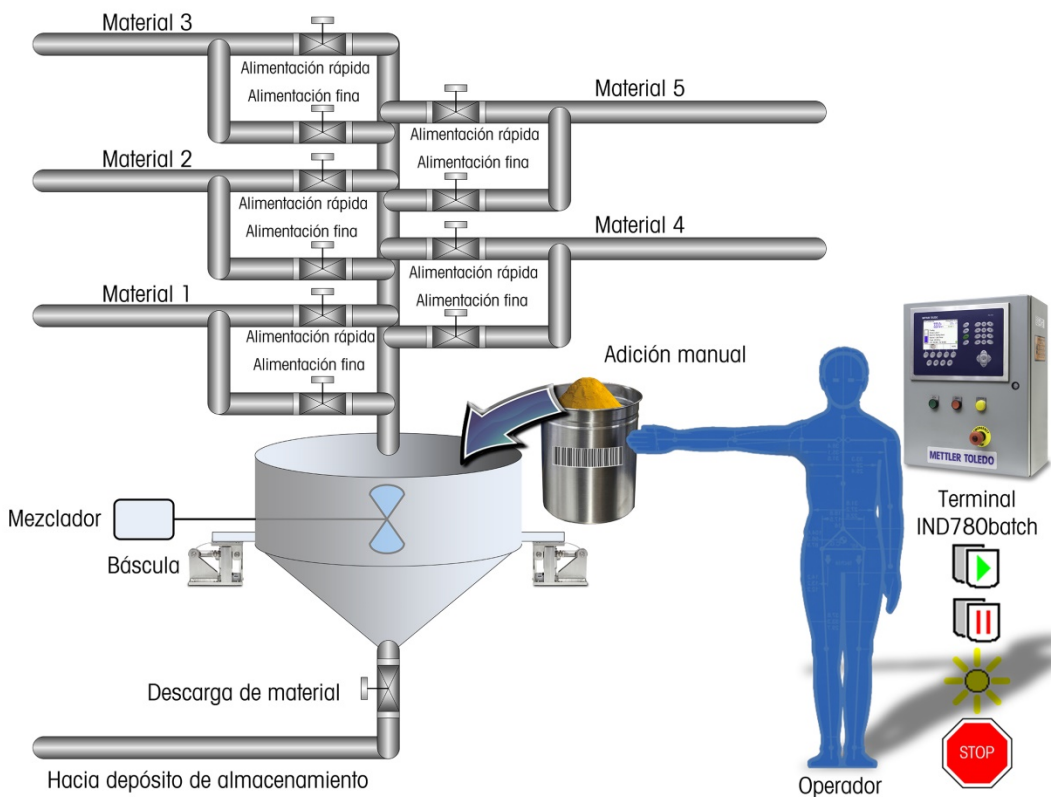

Figura 1-10: Sistema automático de procesamiento por lotes, seis materiales
La Figura 1-10 muestra un sistema automático de procesamiento por lotes, incluyendo un IND780batch empaquetado. Este sistema es un ejemplo de sistema que utiliza un cabezal de transporte de material para transferir cada material hacia el tanque. También muestra la capacidad para tener un mecanismo de alimentación de dos velocidades para cada material (diseñado para válvulas de alimentación rápida y alimentación fina). Este ejemplo muestra que hay un material agregado a mano para considerar, para un total de seis (6) alimentaciones de material (cinco automáticas más una manual). También hay una mezcladora que debe encenderse y apagarse, y una válvula de descarga para vaciar el tanque una vez que se complete el lote.